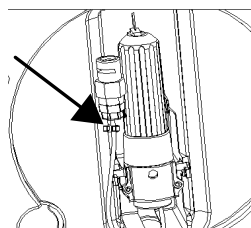

Fig.9
1. Posizionare il tubo di collegamento accanto al vano cartuccia CO₂. I due componenti non sono necessari per i fusti Heineken (fig. 9).